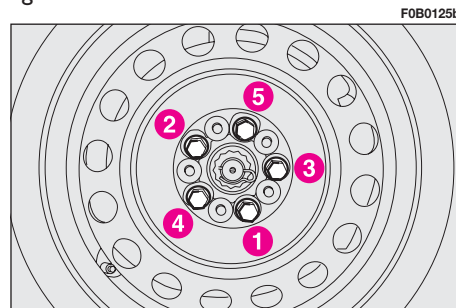

fig. 10
**22)** saque el gato y apriete a fondo los tornillos, pasando alternativamente de un tornillo al otro diametralmente opuesto, siguiendo el orden ilustrado en la **fig. 10**;